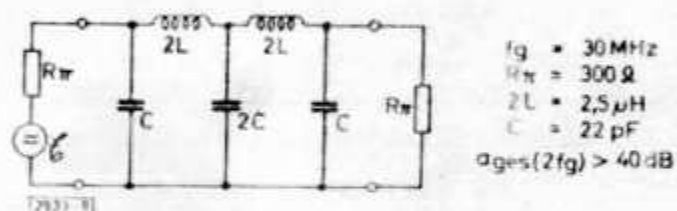

Abb. 9
Gl. (9):  $a \approx 22,8$  [dB]. Sollen bei  $2 f_g = 60$  MHz also wenigstens 40 [dB] Dämpfung erreicht werden, so sind nach Gl. (10) dazu mindestens  $n = 2$  Grundglieder erforderlich. Abb. 9 zeigt das vollständige Filter.